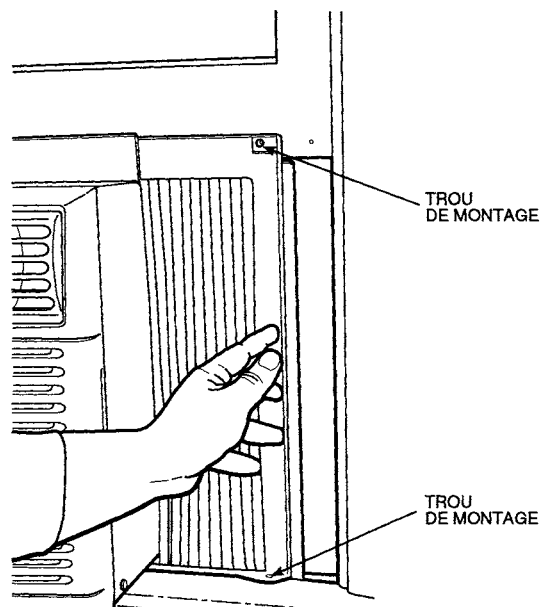

FIGURE 7 — EXTENSION DES PANNEAUX LATÉRAUX
12. Étirer les panneaux latéraux extensibles à partir des côtés du boîtier. Les panneaux doivent s'étendre pour couvrir la largeur totale de la fenêtre. Voir la figure 7. Deux (2) trous sont présents aux extrémités de chaque panneau latéral pour fixer les panneaux au cadre de la fenêtre. Une fois les panneaux étendus, marquer l'emplacement des trous sur le cadre et sur l'appui de la fenêtre (au travers des trous situés dans les panneaux latéraux). Voir la figure 7.